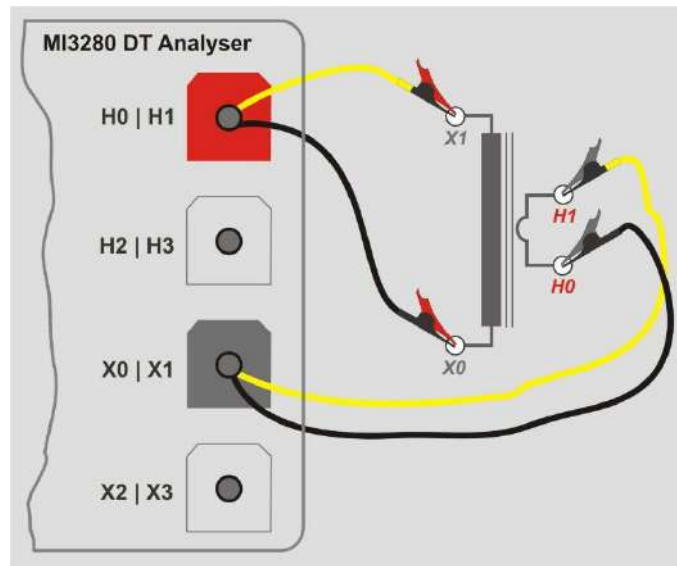

Figura 11.10: Conexión de medición del ratio de espiras de un transformador monofásico de TC
11.2.1.2 Transformador de corriente (TC)
Para medir un transformador de corriente monofásico (TC) necesita conectar un conector **H1|H0** (borne rojo: cables negro y amarillo) y un conector **X1|H0** (borne gris: de cables negro y amarillo) al enchufe MI 3280 apropiado como se muestra en la *Figura 11.10*. Asegúrese de que, al medir el transformador de corriente, el bobinado de alta tensión está conectado a las pinzas H y bobinado de baja tensión a las pinzas X.
- ❑ Conecte el transformador TC como se muestra en la *Figura 11.10*.